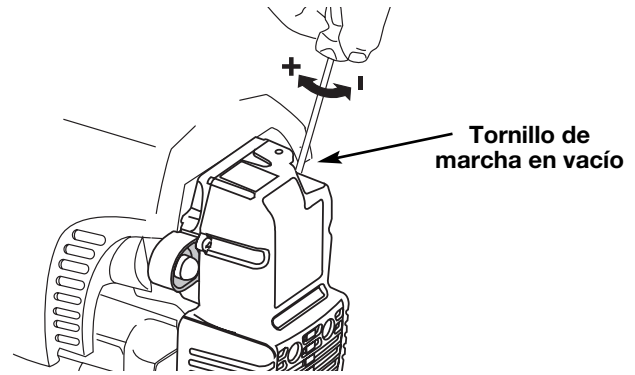

Fig. 29
La velocidad lenta del motor puede ser ajustada por la cubierta del silenciador / filtro de aire (Fig. 29).
3. Mueva el control del regulador y deje que el motor funcione en mínima. Si el motor se para, inserte un destornillador pequeño Phillips en el orificio de la cubierta del filtro de aire / silenciador (Fig. 29). Gire el regulador de velocidad mínima hacia dentro en sentido horario 1/8 de vuelta por vez (según sea necesario) hasta que el motor funcione en velocidad mínima en forma continua.